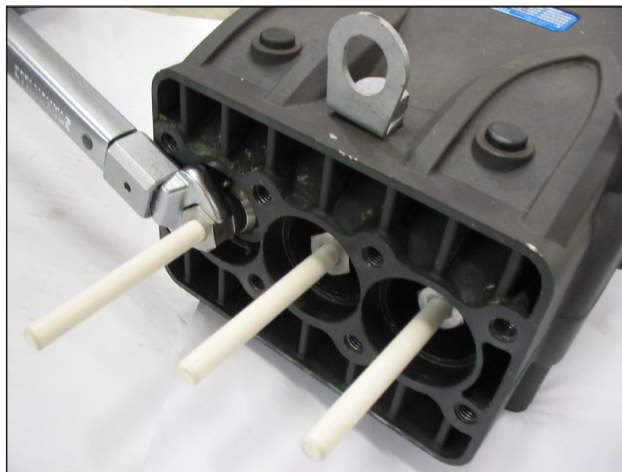
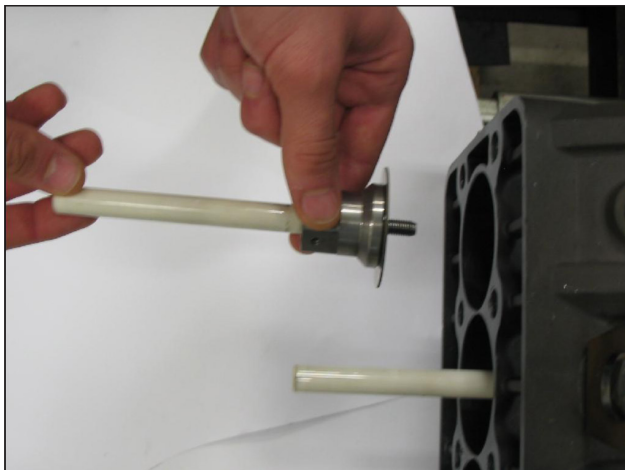

图28
图29
- 用叉子扳手拆除泵送元件并检查它们的磨损状况，如图28和图29所示，必要时进行更换。